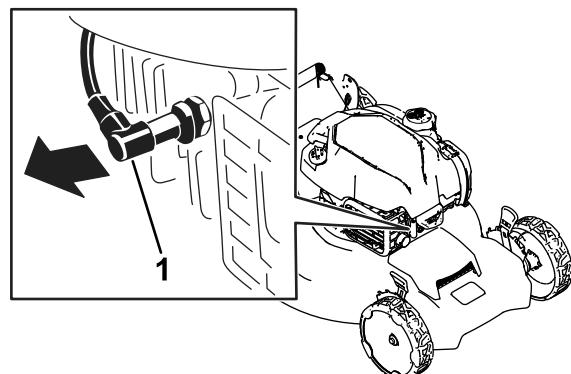

Figura 21
- Scollegate il cappellotto dalla candela (Figura 21).